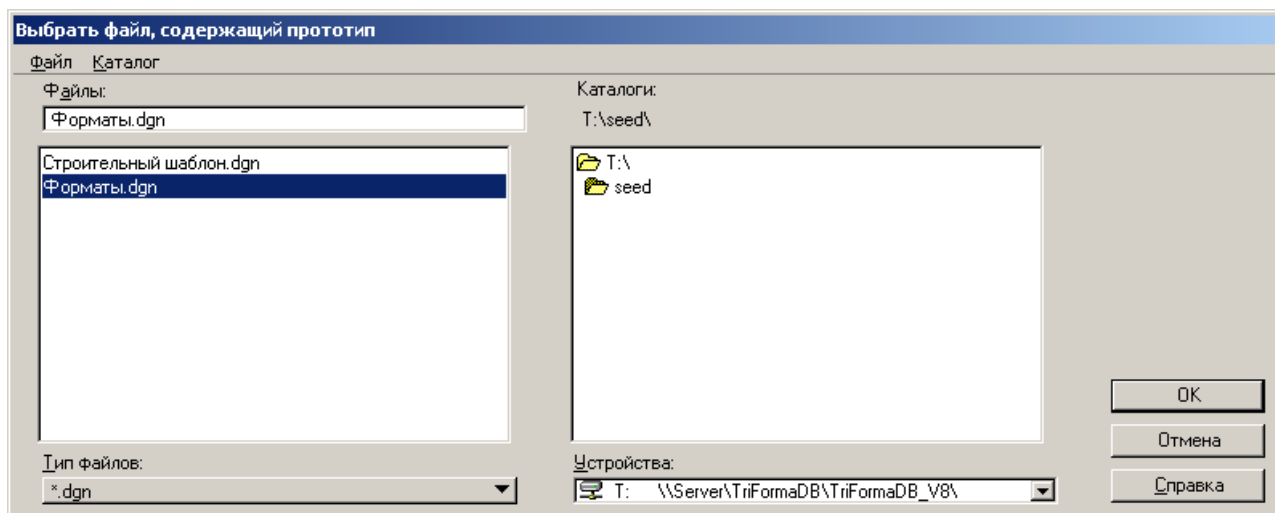

Рисунок 133
- В поле *Модель прототипа* нажать на лупу и выбрать файл *Форматы.dgn* (Рисунок 133).